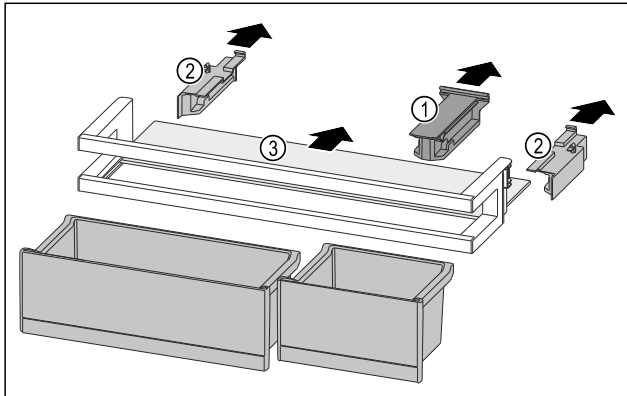

Fig. 122
- ▶ Halteteil Fig. 122 (1) abziehen.
- ▶ Seitenteile Fig. 122 (2) abziehen.
- ▶ Abstellfläche Fig. 122 (3) entnehmen.